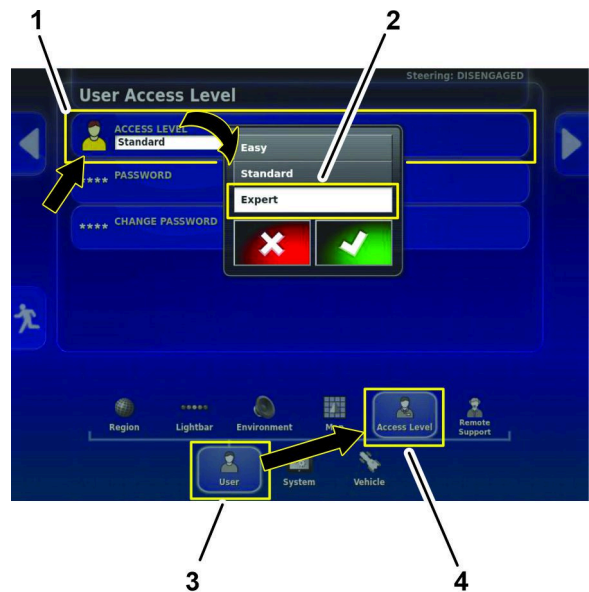

Figure 158
1. Dans l'écran de configuration, appuyez sur l'icône UTILISATEUR, puis sur l'icône NIVEAU D'ACCÈS (Figure 158).
- Sur l'écran d'accès utilisateur, cliquez sur l'icône NIVEAU D'ACCÈS (Figure 158).
- Dans la boîte de dialogue, appuyez sur l'icône EXPERT puis sur l'icône de confirmation (Figure 158).